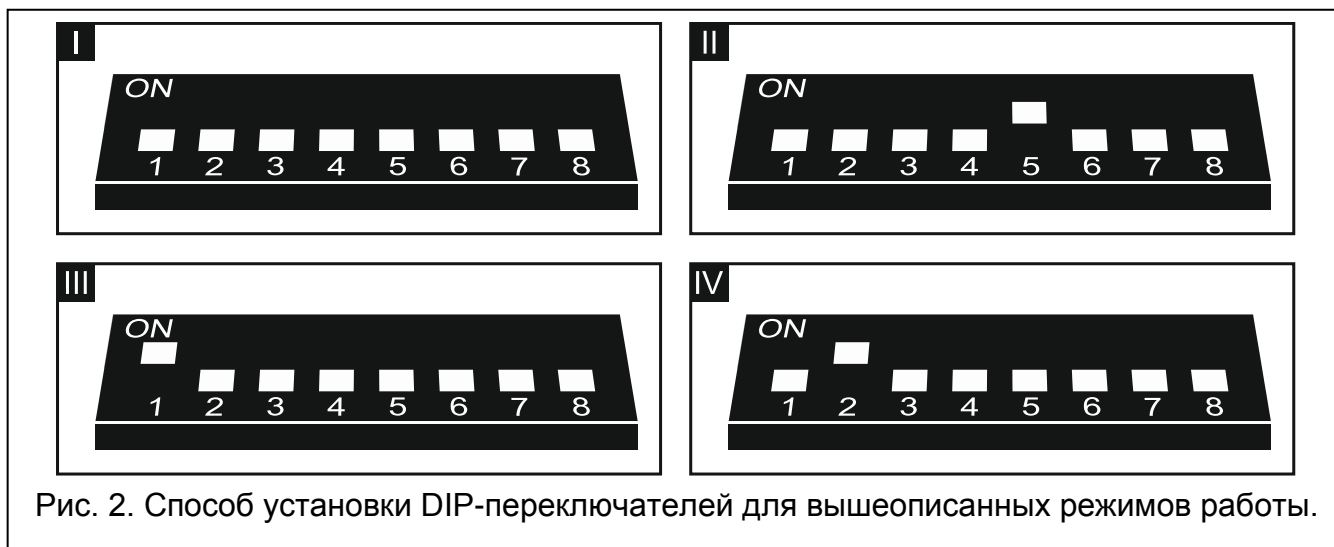

Рис. 2. Способ установки DIP-переключателей для вышеописанных режимов работы.
1. Установите DIP-переключатели согласно выбранному режиму работы (см.: рисунок 2).